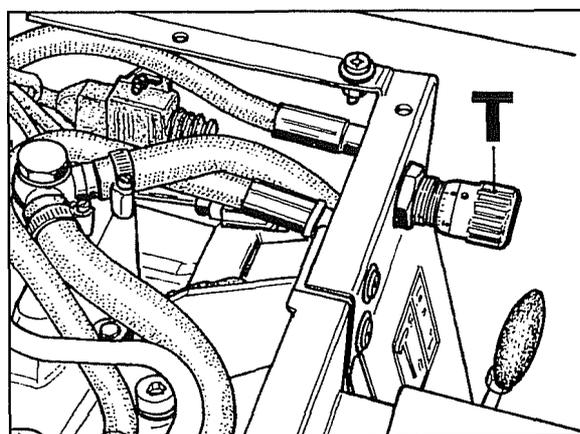
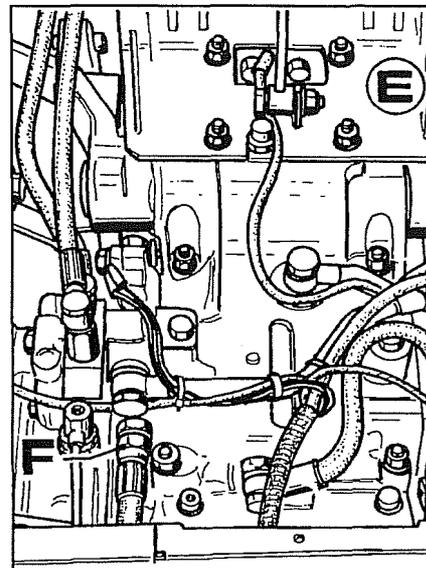

Fig. 9
Fig. 8
4. Quitar el soporte asiento **E** fig. 8, luego desconectar los cables que van a las electroválvulas, al microinterruptor de tope y los cables de masa.
6. Desconectar el tubo de impulsión aceite **F** fig. 8 del soporte distribuidores y la válvula **T** fig. 9 de impulsión aceite al cilindro.